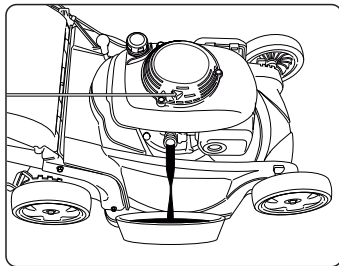

РИС.7
4. Подготовьте поддон для отработавшего масла, наклоните газонокосилку и слейте масло полностью через заливную горловину (Рисунок 7).